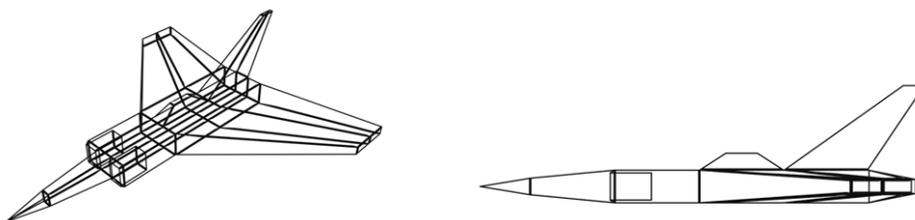

Рисунок 36
Настало время сделать хвост. Выделите грань для задней части фюзеляжа и выдавите её на 100 единиц, переместите вершины назад и сузьте, как на рис. 36.
10. Осталось добавить кабину. Выделите грань у основания хвоста, выдавите её на 20 единиц и сузьте, как на рис. 36.